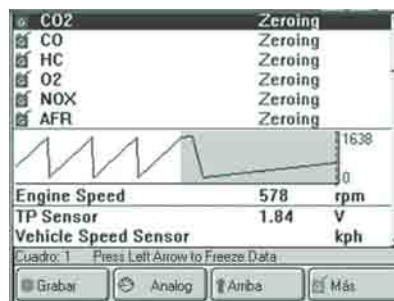

Figura 9.3: Pantalla de Datos y Gases
- 4 Siga las instrucciones en la pantalla y presione la tecla de función **Aceptar (OK)**. El Analizador de Gases procede a Calibrar a “Cero” y muestra las lecturas de datos en tiempo real. (Figura 9.3).